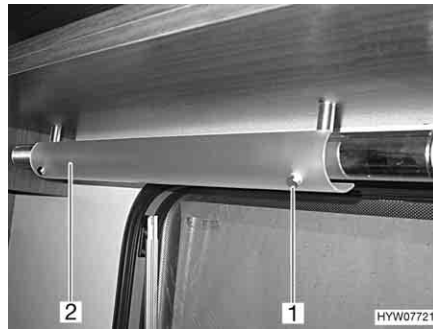

Fig. 154 Luce piano di lavoro/luce area cottura (variante 2)
- Svitare le viti (Fig. 154,1) e rimuovere il diaframma (Fig. 154,2).